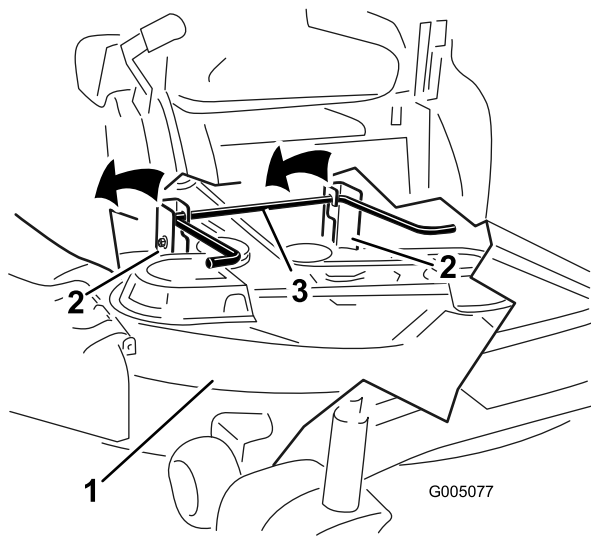

Figura 53
5. Eleve la plataforma del cortacésped y desenganche la varilla de elevación trasera de los soportes, y baje el cortacésped con cuidado al suelo (Figura 53).
5. Eleve la parte trasera de la plataforma del cortacésped y coloque los soportes sobre la varilla de elevación trasera (Figura 53).